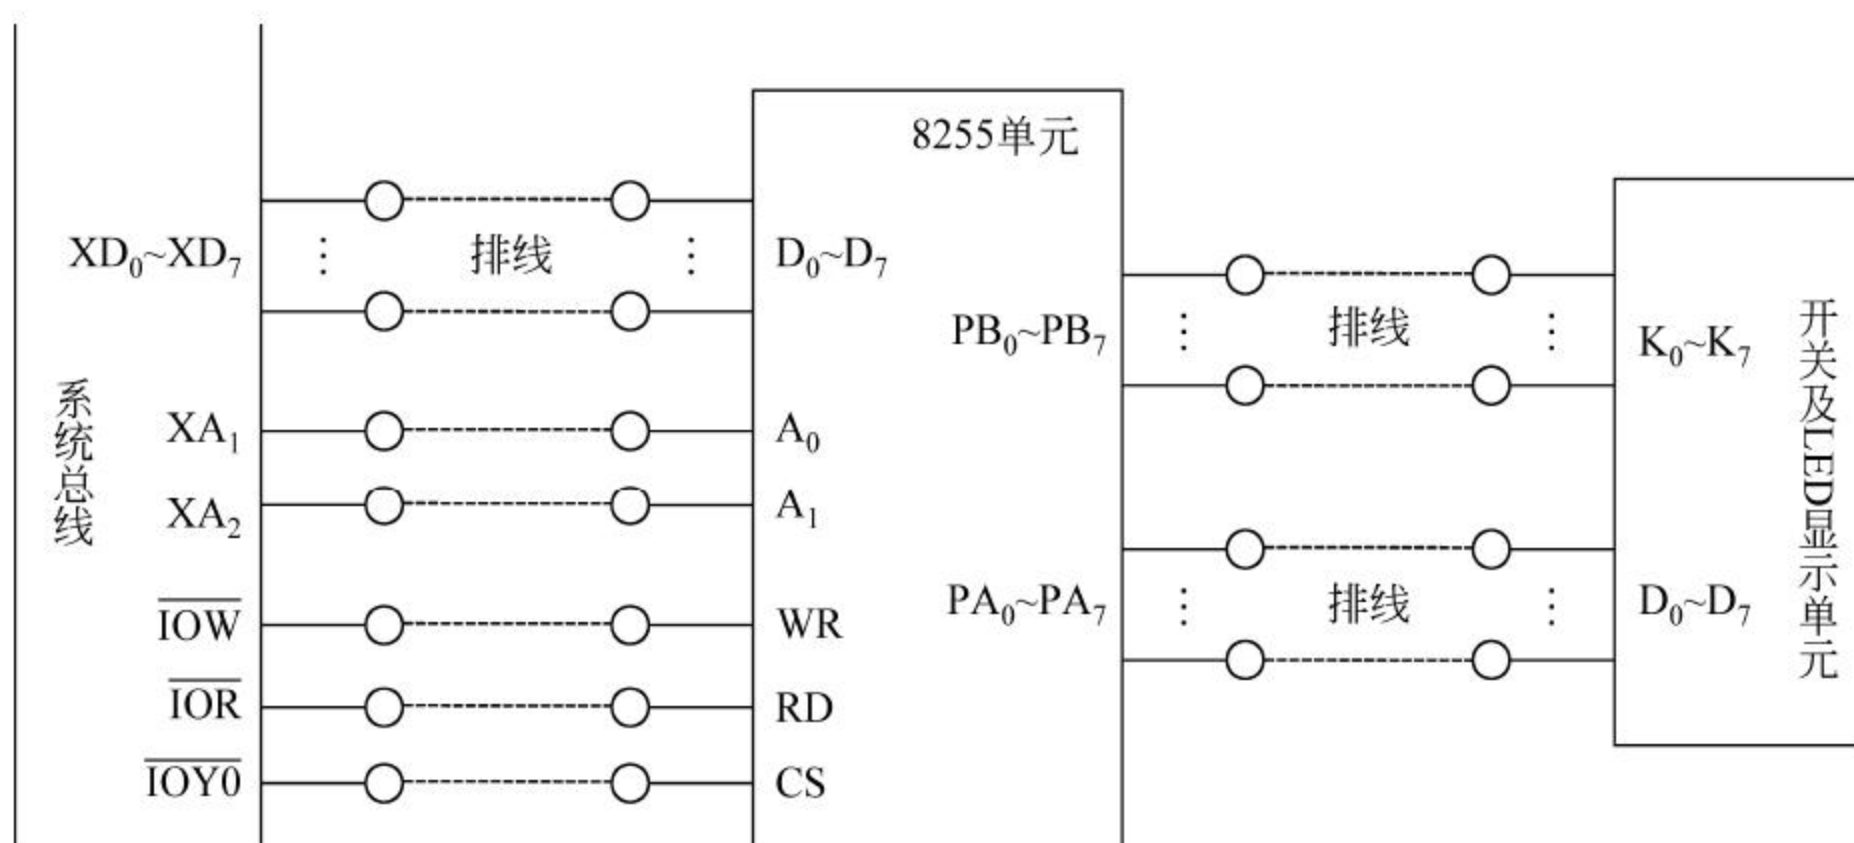

图 11-12 8255 基本应用实验(1)接线图
- (1) 运行 Tdpit 集成操作软件,查看端口资源分配情况。记录与所使用片选信号对应的 I/O 端口起始地址。
- (2) 参考图 11-12 完成电路图连接。